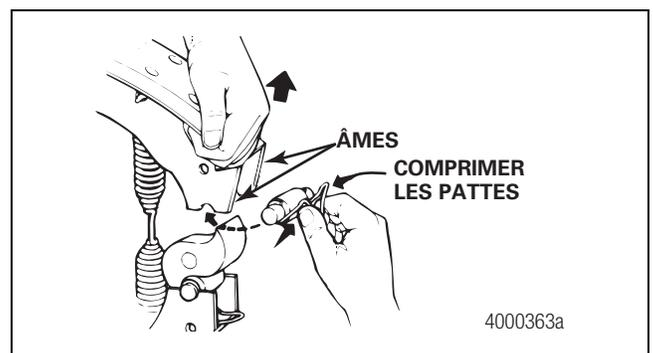

Figure 5.26
4. Écarter suffisamment chaque segment de frein de l'axe de came pour y glisser le galet de segment de frein et l'agrafe de retenue de galet. Comprimer les pattes de l'agrafe de retenue de façon qu'elle s'insère entre les âmes du segment de frein. Figure 5.26.